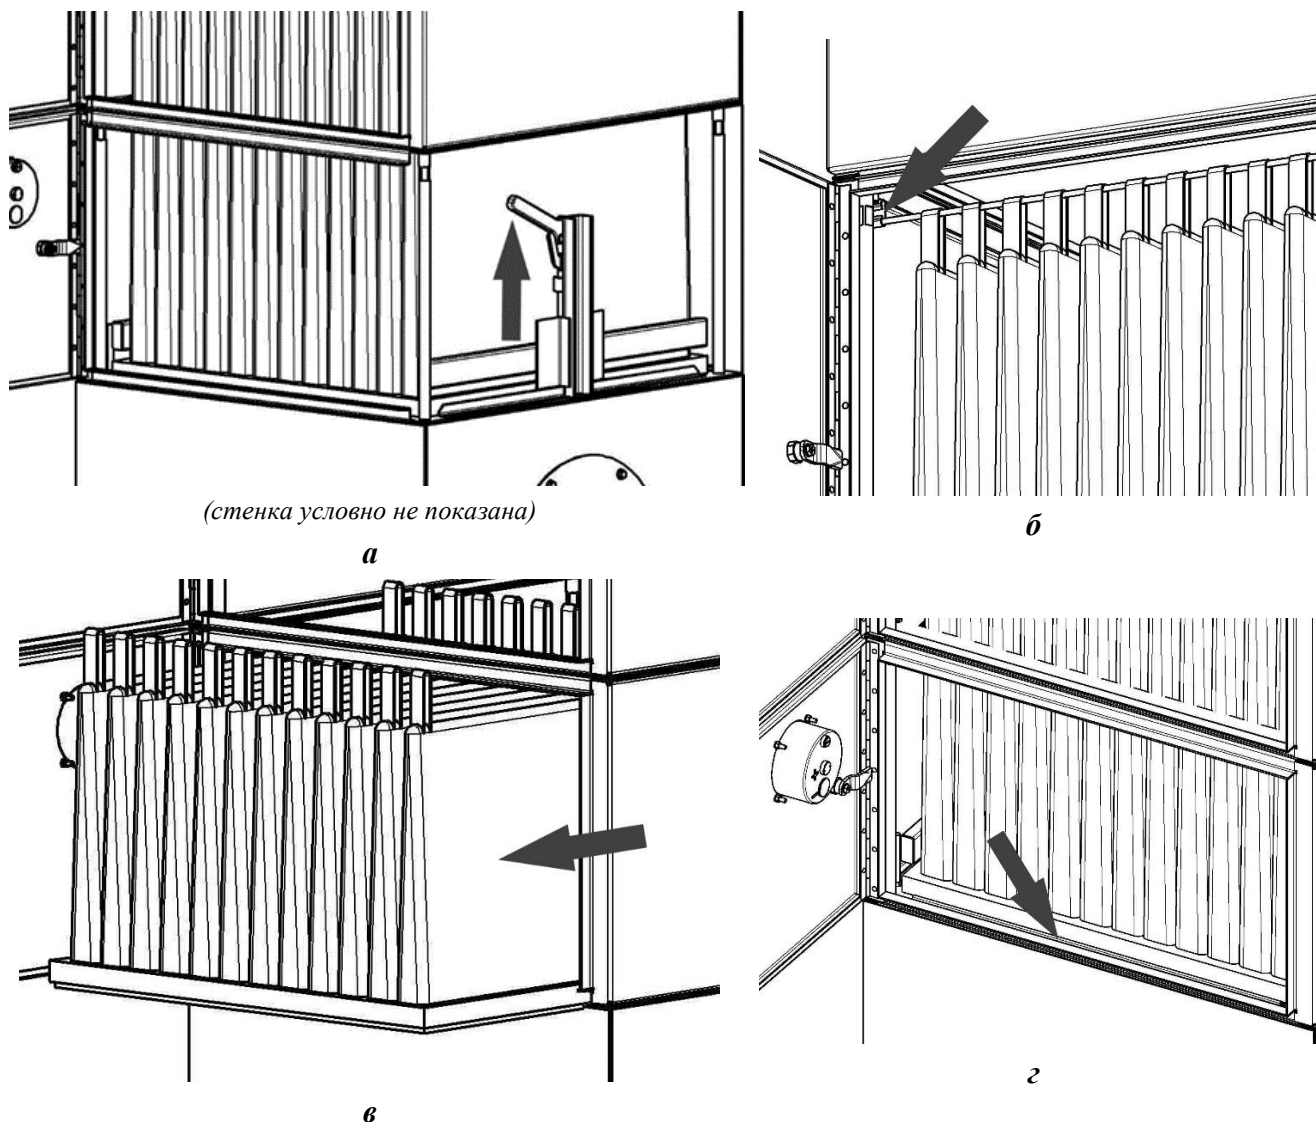

Рисунок 11
- 2) освободить рамку рукавного фильтра, подняв рукоятки зажимов (рисунок 11а);
- 3) внутри фильтровальной камеры вынуть из скоб кронштейнов поддерживающие рукавный фильтр штанги (рисунок 11б);
- 4) сложить рукавный фильтр в двое и вынуть из фильтра (рисунок 11в);
- 8) рамку рукавного фильтра установить симметрично нижней раме камеры, контролировать равномерность уплотнения (рисунок 11в). Поджать прижимами, опустив рукоятки прижимов до упора вниз.